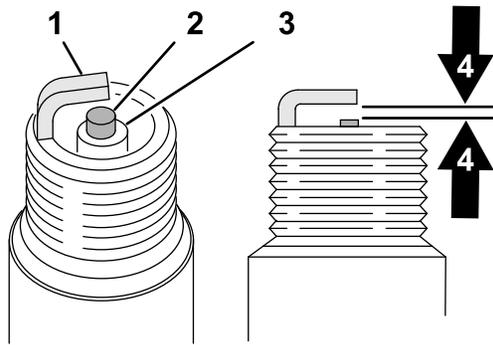

図 83
2. 中央電極と側面電極との間のエアギャップ 図 83 を 0.76 mm に調整する。